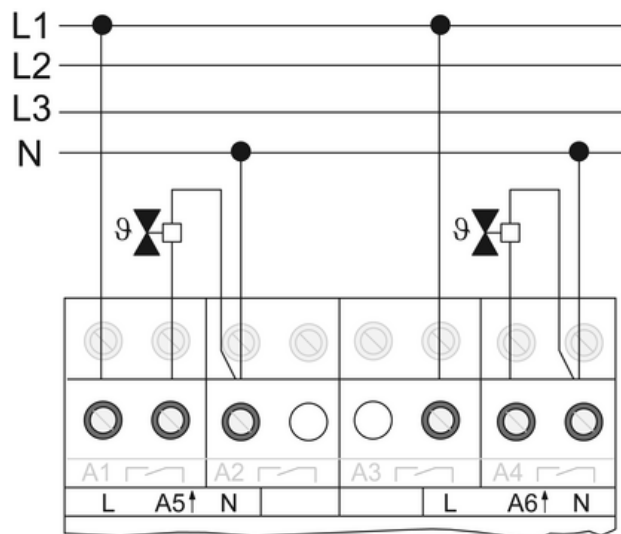

Figura 6: Esempio di collegamento per attuatori elettrotermici da 230 V
- Collegare attuatori (figura 6) utilizzare max. 4 attuatori per uscita.